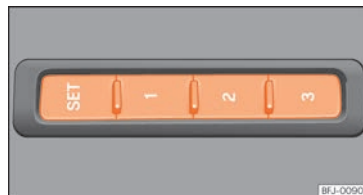

Abb. 122 Außen am Fahrerort: Speichertasten.
»» **Abb. 122.**
- Taste **SET** gedrückt halten »» **Abb. 122.**